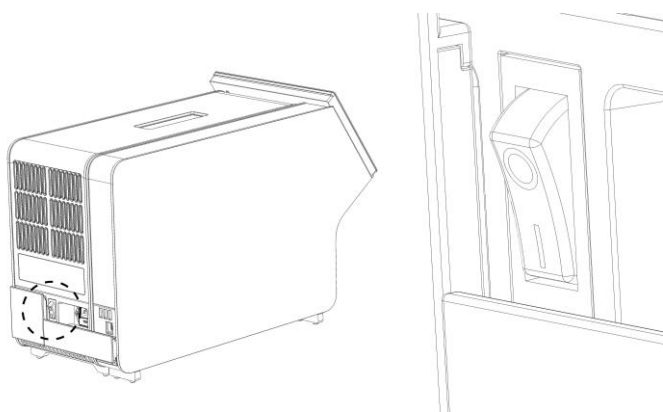

Figura 11. Localizando o interruptor de alimentação e colocando-o na posição "I".
9. Ligue o instrumento pressionando o botão de alimentação na parte de trás do Módulo analítico na posição "I" (Figura 11, página seguinte). Confirme se os indicadores de status dos Módulos analítico e operacional são exibidos em azul.